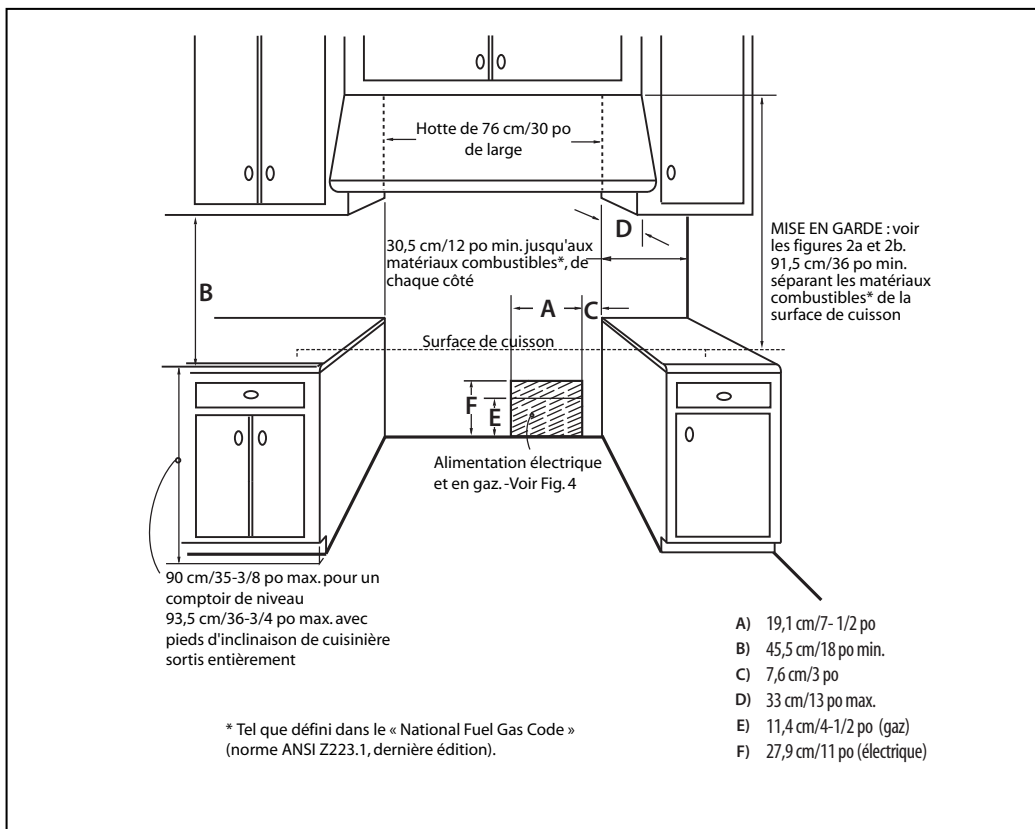

Fig. 13
1. La cuisinière est un appareil indépendant. Respectez les mesures de dégagement indiquées aux figures 13 si vous comptez la placer à côté d'armoires de cuisine. Les mêmes dégagements s'appliquent à une installation en îlot.
3. La source d'alimentation en gaz ou électrique doit se trouver dans les zones indiquées (figures 13 et 14).
6. Si le dégagement entre les matériaux combustibles et le bord arrière de la cuisinière (au-dessus de la surface de cuisson) est inférieur à 30,5 cm (12 po), installez un dossier bas ou intégral DCS (fig. 13, Installation standard). La cuisinière comporte une garniture d'îlot comme équipement standard. La figure 13 indique l'espace requis pour chaque type de dossier.